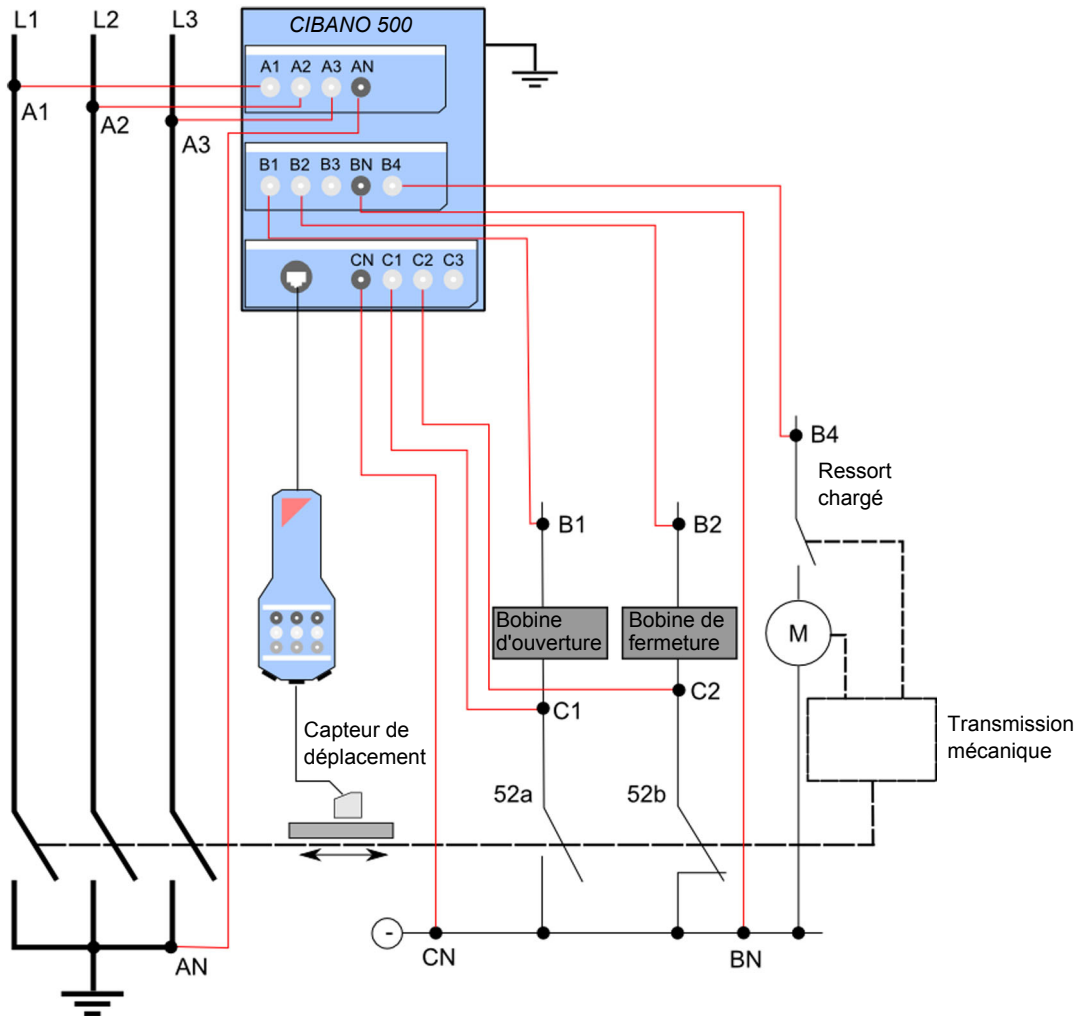

Figure 17-9: Connexion du *CIBANO 500* au disjoncteur pour le test des temps
- ▶ Connecter le *CIBANO 500* au disjoncteur comme indiqué à la Figure 17-9: «Connexion du *CIBANO 500* au disjoncteur pour le test des temps».